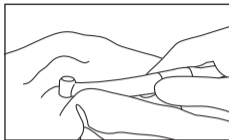

Fig. 9
- ③ Essayez l'extérieur de la pièce à main en utilisant un tissu humecté de désinfectant ou d'éthanol ayant une teneur de 60 à 90 %. (Fig. 9)